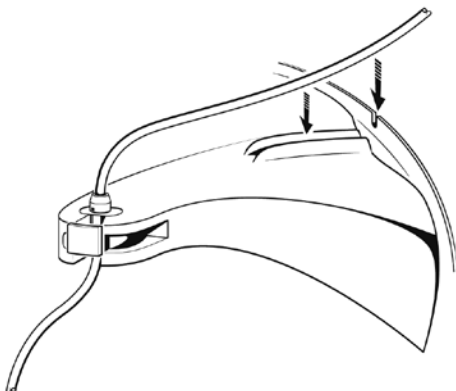

Figura 5. *Coloque o tubo no orifício da crista da centrífuga.*
8. Pressione o tubo no canal do braço de suporte e passe o tubo pelo orifício da crista da centrífuga (consulte a Figura 5).